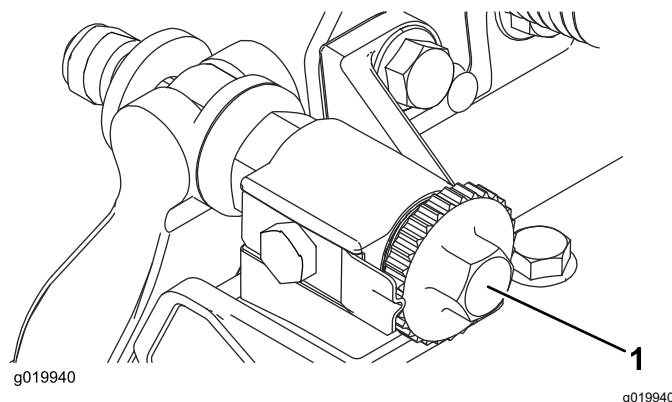

Рисунок 7
- А. поворачивайте регулировочные болты планки неподвижного ножа по часовой стрелке (Рисунок 7) по одному щелчку за раз до тех пор, пока не почувствуете или не услышите легкий контакт.